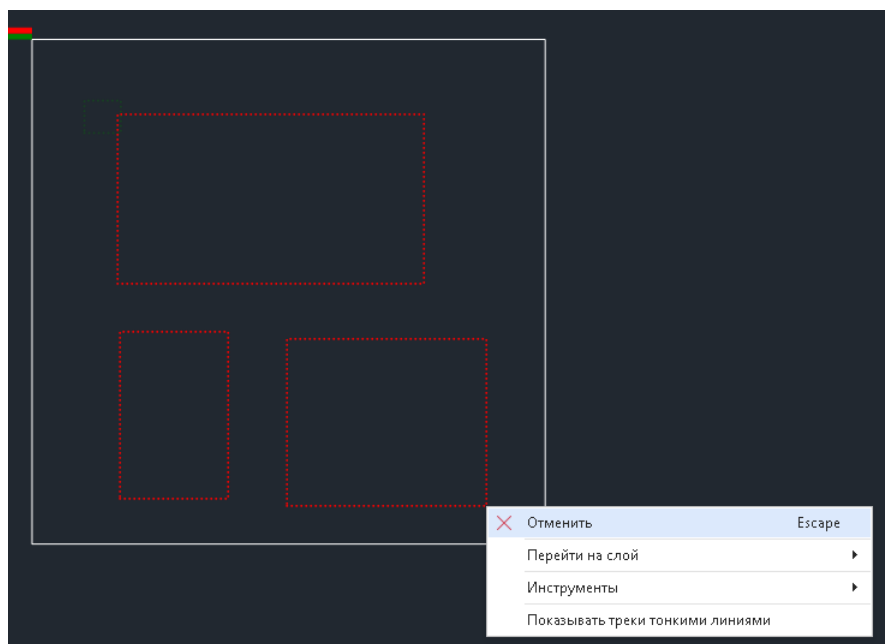

Рис. 382 Завершение построения области металлизации с контуром прямоугольник области металлизации
6. Для завершения работы инструмента «Разместить область металлизации» в контекстном меню выбрать «Отменить», см. Рис. 382.